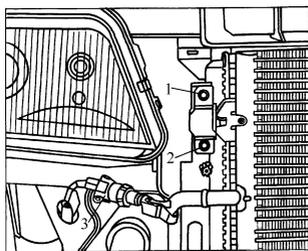

图 2-127 拧下冷凝器紧固螺栓
- 10) 拧下冷凝器紧固螺栓 1 和 2 (图 2-127)。
11) 从空调压力开关 F129 上拔出插头 3 (图 2-127)。